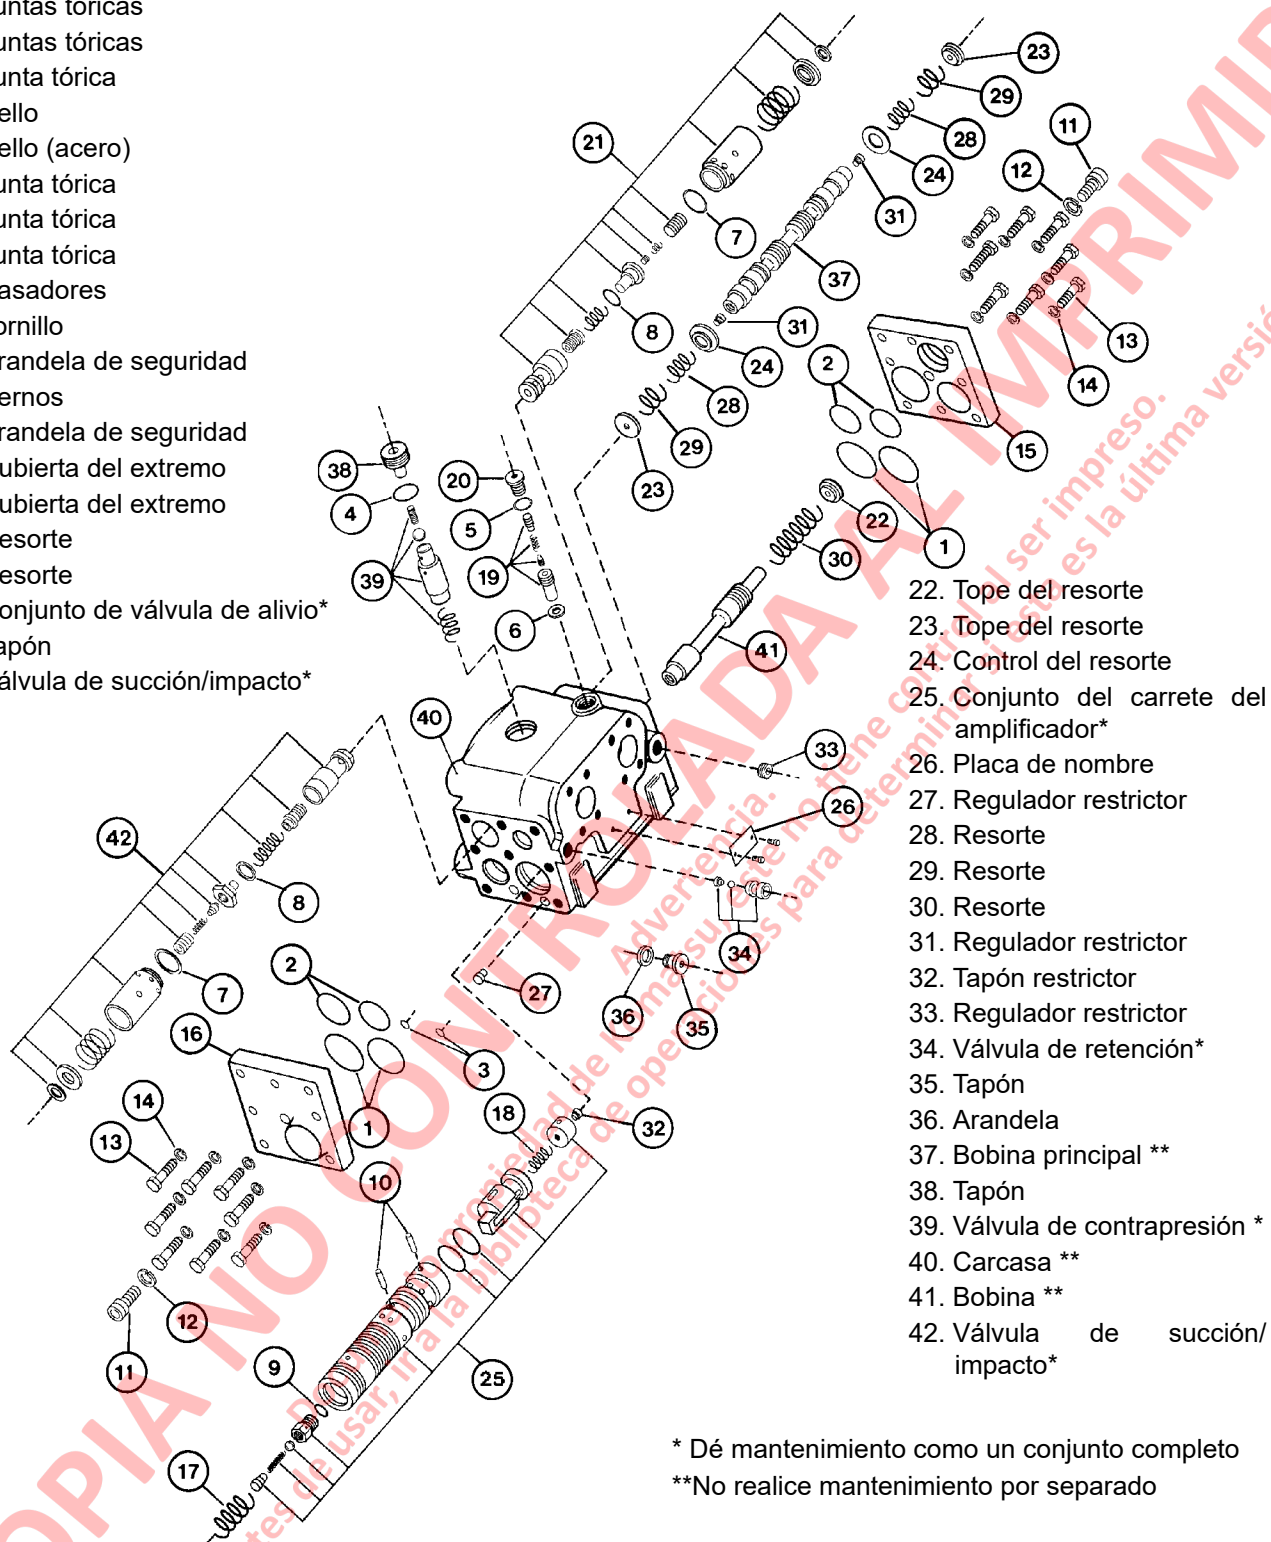
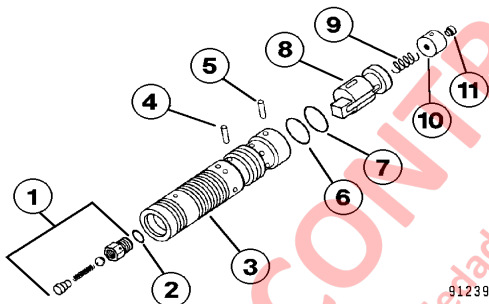

FIGURA 6-3. VÁLVULA AMPLIFICADORA DE FLUJO
FIGURA 6-5. CONJUNTO DEL CARRETE DEL AMPLIFICADOR
1. Retire la tapa de la válvula de contrapresión (38, Figura 6-3) y la junta tórica (4). Saque la válvula de contrapresión (39).
2. Retire la tapa de la válvula de alivio (20) y el sello (5). Use una llave Allen de cabeza hexagonal de 8 mm, para sacar el conjunto de la válvula de alivio (19). Saque el sello de acero (6).
3. Utilice una llave Allen de cabeza hexagonal de 13 mm, para sacar los pernos (11) y arandelas de seguridad (12) de la cubierta del extremo (15). Utilice una llave Allen de cabeza hexagonal de 13 mm, para sacar los pernos (13) y arandelas de seguridad (14). Retire la cubierta del extremo (15).
4. Retire el tope del resorte (22) y el resorte (30). Retire el tope del resorte (23) y los resortes (28) y (29). Retire las juntas tóricas (1) y (2) desde la cubierta del extremo (15).
5. Retire el control del resorte (24) y el carrete principal (37). Saque el carrete de la válvula prioritaria (41). Retire el control del resorte (24), los resortes (28) y (29) y el tope de resorte (23) desde la carcasa (40).
6. Retire el conjunto del carrete del amplificador (25) y póngalo a un lado para el desmontaje posterior, si es necesario (consulte la Figura 6-5)
7. Retire las válvulas de succión e impacto (21) y póngalas a un lado para el desmontaje posterior, si es necesario.
8. Utilice una llave Allen de cabeza hexagonal de 13 mm, para sacar los pernos (11) y (13), arandelas de seguridad (12) y (14) de la cubierta del extremo (16). Retire la cubierta del extremo (16).
9. Saque las juntas tóricas (1), (2) y (3) y el resorte (17).
10. Retire las válvulas de succión e impacto (42) y póngalas a un lado para el desmontaje posterior, si es necesario.
11. Retire el regulador restrictor (27), regulador restrictor (33) y la válvula restrictora (34)
NOTA: El desarme del conjunto de el carrete del amplificador, solo si es necesario reemplazar la junta tórica (2, Figura 6-5), el resorte (9) o el tapón restrictor (11). De otra manera, reemplace el conjunto del carrete del amplificador como una unidad completa. Consulte los pasos 12 y 13.
12. Retire el anillo retenedor (7, Figura 6-5), retire el pasador (5). Retire la tapa (10) y el resorte (9). Retire el anillo retenedor (6), el pasador (4) y retire el carrete interna (8).
13. Desatornille la válvula de retención (1) y sáquela. Retire la junta tórica (2). Saque el regulador restrictor (11) del tapón (10).
3. Instale el regulador restrictor (27, Figura 6-3) apriete con los dedos.
4. Instale la válvula restrictora (34) y apriete a **1 N·m (8 in-lb)**.
5. Instale la regulador restrictor (33) y apriete a **1 N·m (8 in-lb)**.
6. Instale el sello de acero (6), el conjunto de la válvula de alivio (19), sello (5) y el tapón (20). Apriete el tapón a **3 N·m (25 in-lb)**.
7. Instale el conjunto de la válvula de contrapresión (39). Instale el tapón (38) con una junta tórica nueva (4).
8. Instale ambas válvulas, de succión e impacto (21) y (42) como unidades completas.
9. Instale el tope del resorte (23), los resortes (28) y (29) y el control del resorte (24) desde la carcasa (40). Instale el regulador restrictor (31) dentro de el carrete principal (37), si se sacó. Instale el carrete principal (37).
10. Instale el conjunto de la válvula del amplificador (25). Instale el carrete de la válvula prioritaria (41) y el resorte (30). Instale el resorte (17).
11. Instale el control del resorte (24), los resortes (28) y (29) y el tope de resorte (23).
12. Lubrique las juntas tóricas (1), (2) y (3) con grasa Molycote e instálelas en las cubiertas del extremo. Instale las cubiertas del extremo (15) y(16), los pernos (13) y arandelas de seguridad (44). Apriete los pernos a **3 N·m (25 in-lb)** Instale los pernos (11) y arandelas de seguridad (12). Apriete los pernos a **8 N·m (71 in-lb)**.